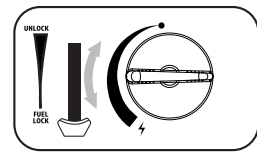

fig. 5
6. Zet de bedieningsknop in de gewenste stand (fig.5) Zet de patroonhendel (6) tijdens het gebruik nooit in de stand "UNLOCK"!